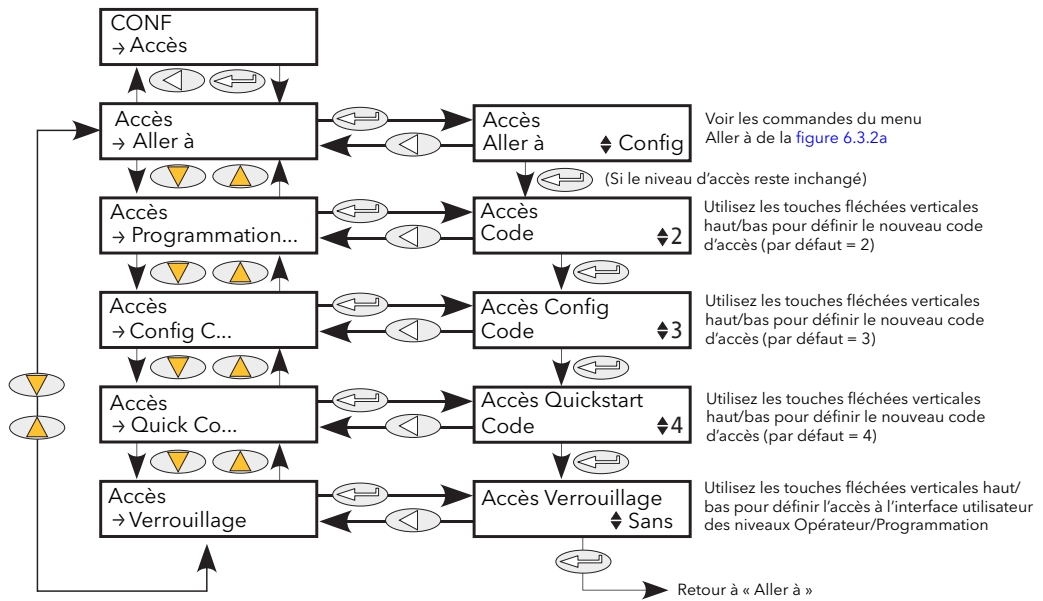

Figure 6.3.2b Accès configuration
2. Modifier les codes d'accès des menus Programmation, Configuration et Quickstart (figure 6.3.2b).
3. Limiter l'accès aux boutons poussoirs de l'interface opérateur dans les menus Opérateur et Programmation (figure 6.3.2b).